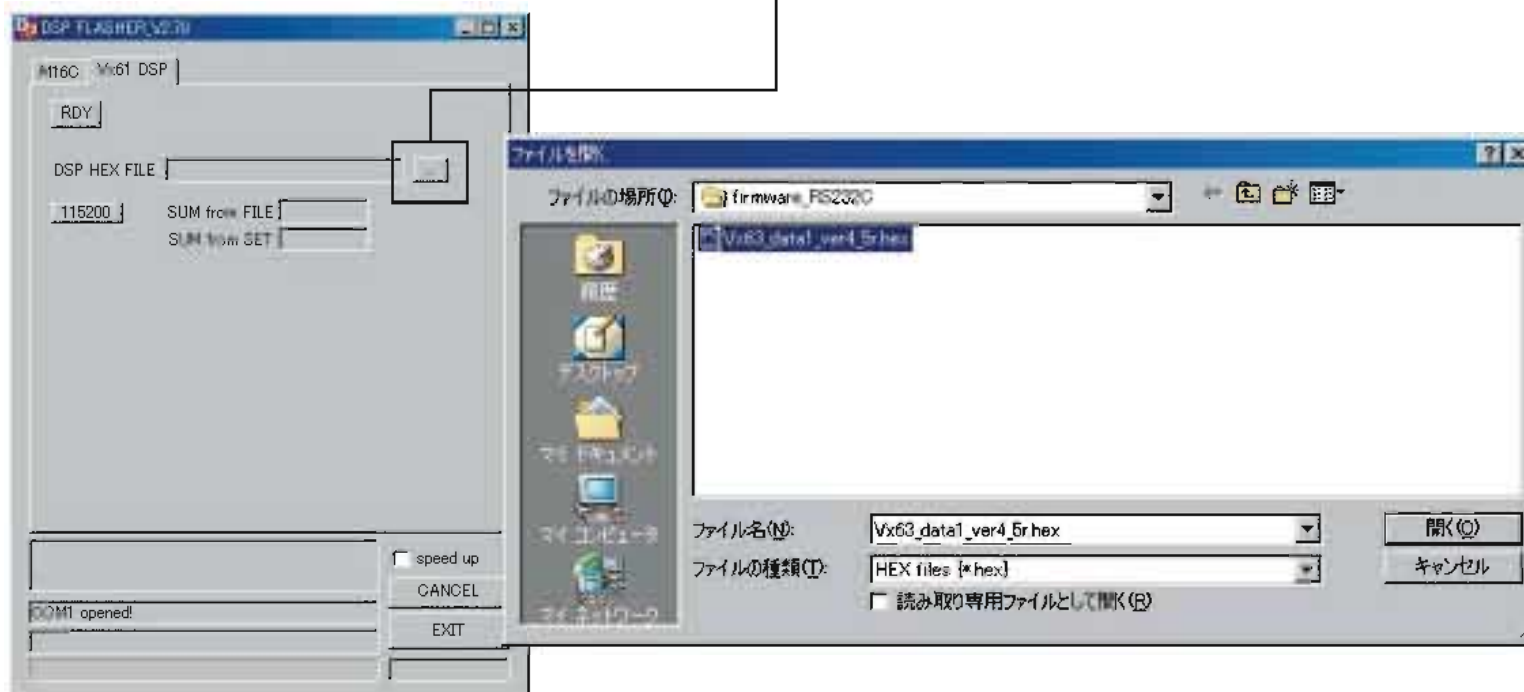

Fig. 3
6. Click [...]. (Fig. 3)
Select "Vx63_data1_verxxxxr.hex". (Fig. 3)
6. [...]をクリックします。(Fig. 3)
"Vx63_data1_verxxxxr.hex"を選択します。(Fig. 3)